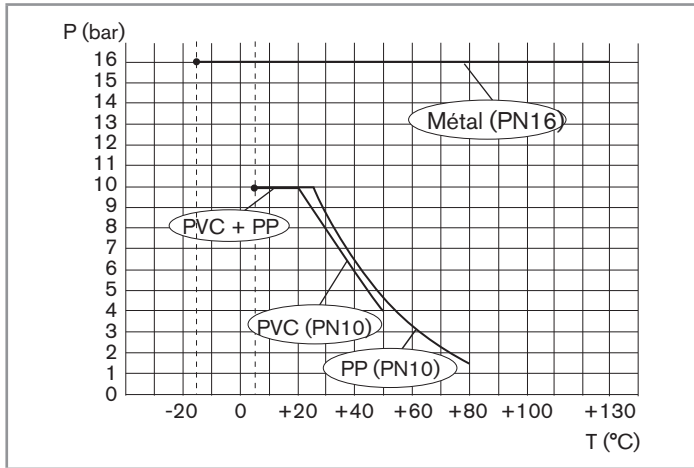

Fig. 2 : Courbes de dépendance température - pression du fluide, des adaptateurs et raccords S022
- Tenir compte de la dépendance température-pression du fluide selon la nature des matériaux de l'adaptateur ou du raccord (voir Fig. 2) et de celle de l'appareil de mesure utilisé (voir le manuel d'utilisation correspondant).